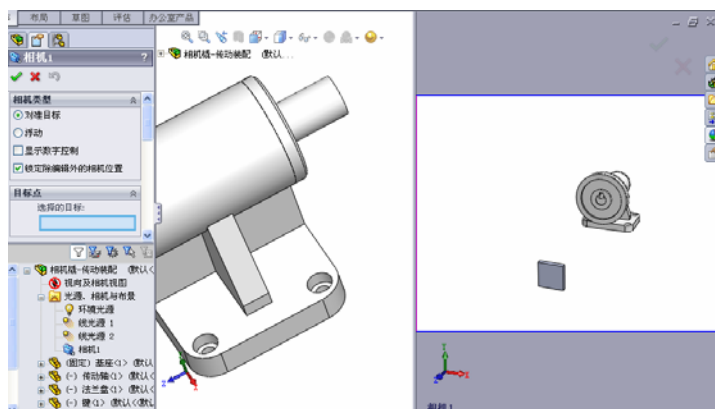

图 13-56 相机视口
② 弹出“相机”属性管理器，屏幕被分割成两个视口，如图 13-56 所示。